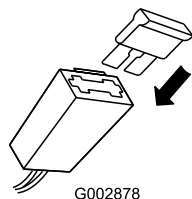

Figure 9
2. Placez le fusible dans le porte-fusible de la manière indiquée (Figure 9).